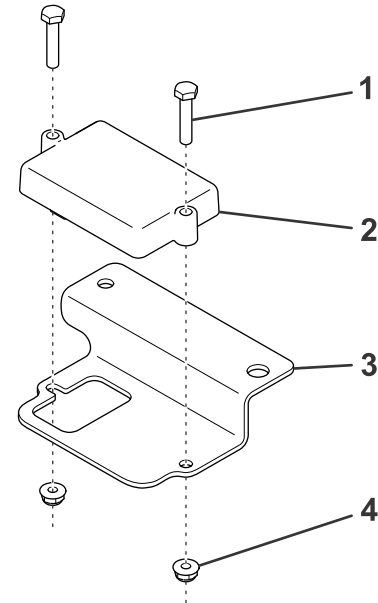

Figura 1
1. Sujete el módulo del sensor al soporte de montaje usando 2 pernos y tuercas (Figura 1).